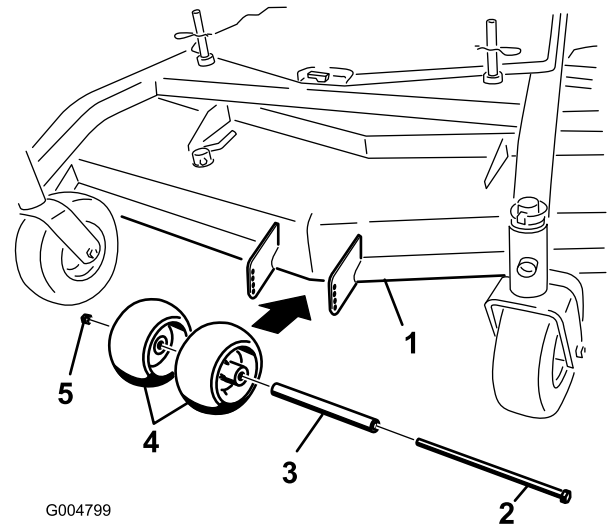

Figura 11
1. Después de ajustar la altura de corte, revise los rodillos para asegurarse de que haya una separación mínima del suelo de 10 mm (3/8 pulg.) (Figura 11, Figura 12, Figura 13).
2. Si es necesario realizar ajustes, retire el perno, las arandelas y la tuerca (Figura 11, Figura 12, Figura 13).
3. Seleccione un taladro para que los rodillos tengan una separación mínima del suelo de 10 mm (3/8 pulg.) (Figura 11, Figura 12, Figura 13).
4. Instale el perno y la tuerca (Figura 11, Figura 12, Figura 13).